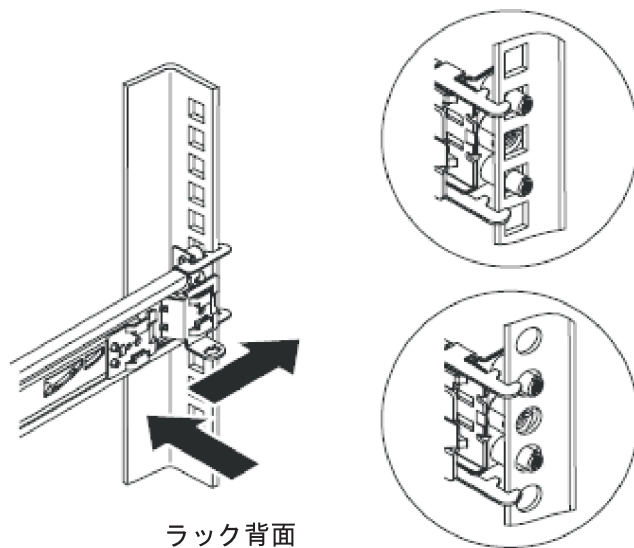

図 69. スライド・レールの後部端の取り付け
3. 図 69 に示すように、スライド・レールの後部端を取り付けます。